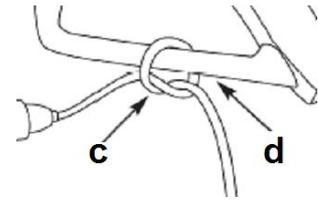

Fig.4
- Fig.4 : à l'aide d'un nœud (c) autour de la barre inférieure (d) de la poignée principale (4)